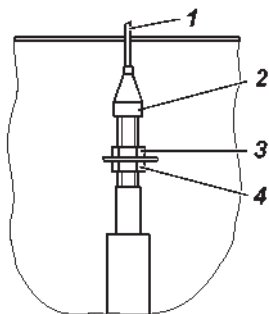

Рис. 9.17. Регулировка привода педали дроссельной заслонки :
**Привод педали акселератора** в процессе эксплуатации может потребовать регулировки натяжения троса. Для натяжения троса отверните гайку 3 (рис. 9.17) и затяните гайку 4.